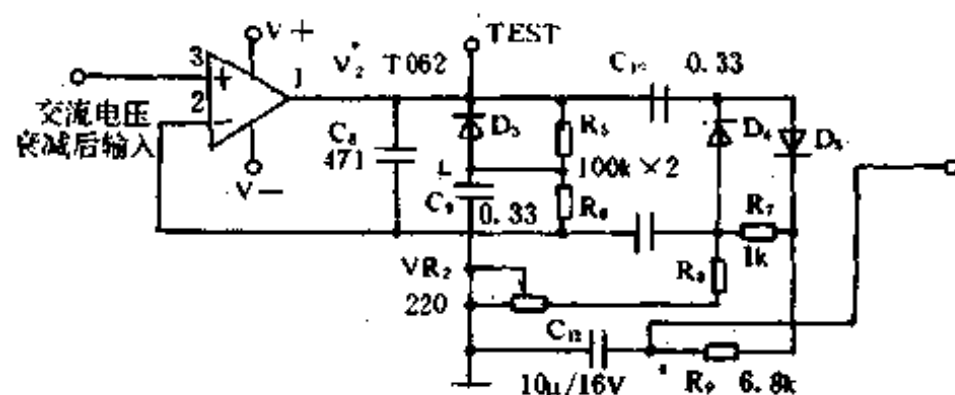

图 3-9
DT—890A 万用表,在使用过程中误用蜂鸣档测交流电压,造成液晶显示器不显示。将表拆开后发现表内蜂鸣档转换电阻严重烧毁,损坏电阻周围的敷铜板发黑。由于无任何显示,故疑是集成块 7106 损坏,更换后发现显示器虽有显示,但小数点全显,除交流档不能正常使用外,其余均能正常使用。由于蜂鸣档转换电阻( $R_{30}$ )靠近小数点转换电阻,故小数点全显是由于  $R_{30}$  烧毁产生的碳粉短路所致,经用棉花沾酒精擦拭后小数点全显故障排除,确认为检测放大部分如图 3-9 有故障。具体检修步骤如下:(1)将  $T_{062}$  第③脚与地短接,正常显示应为零,结果显示数字跳跃变化,证明衰减部分无故障。(2)将  $T_{062}$  第①脚与地短接,显示应为零,结果显示为零,证明  $T_{062}$  故障,在更换  $T_{062}$  后交流各档恢复正常。